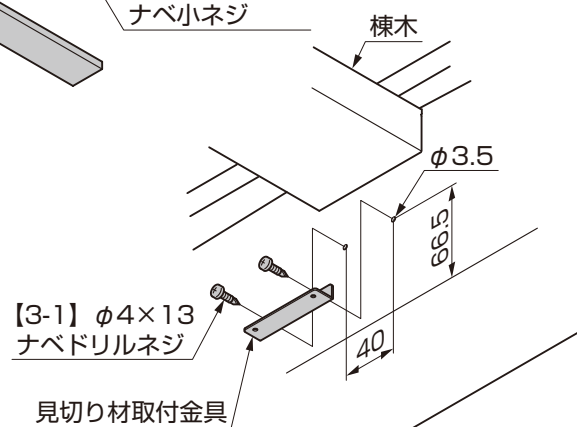
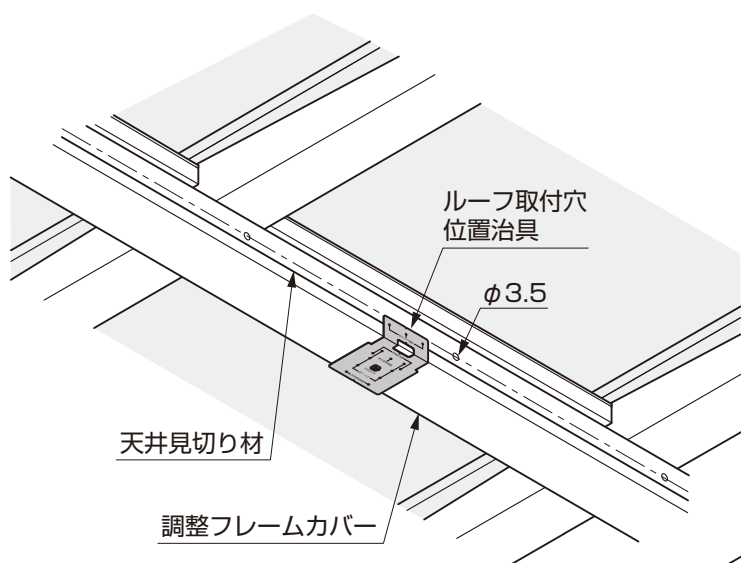
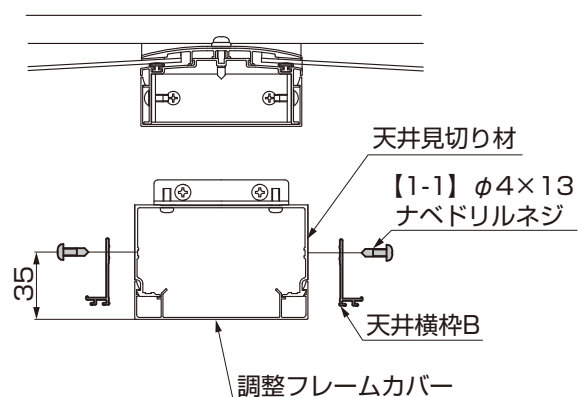

図4-14 見切り材取付金具の取付け
図4-15 B部詳細図
図4-16 B部詳細図
- ②見切り材取付金具をフレームまたは中間フレームに【3-1】で取付けてください。(図4-13、図4-14参照)
⑥天井見切り材にルーフ取付治具を使用して図4-14の位置にケガキφ3.5の下穴をあけて天井横枠Bを【1-1】で取付けてください。(図4-15、図4-16参照)